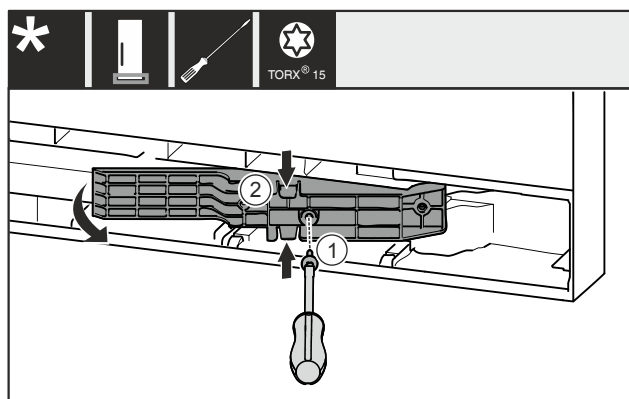

Fig. 13 *
- ▶ Odstraňte šroub Fig. 13 (1)*
- ▶ Adaptér Fig. 13 (2) nahoře a dole mírně stlačte k sobě a vytáhněte.*